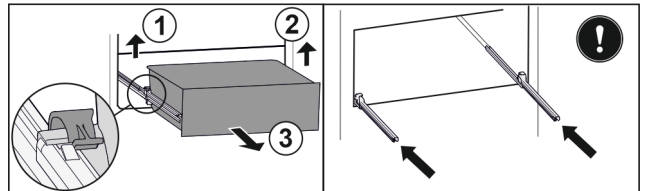

Fig. 105
- ▶ 提起左侧夹子，同时将抽屉左侧向前拉。 Fig. 105 (1)
- ▶ 提起右侧夹子，同时将抽屉右侧向前拉。 Fig. 105 (2)
- ▶ 朝前取出抽屉。 Fig. 105 (3)